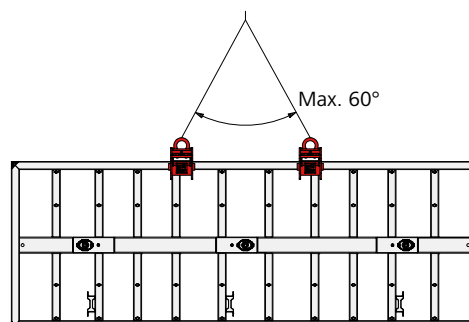

Fig. 28.6
- Sur panneaux couchés, par-dessus les traverses horizontales (Fig. 28.6)